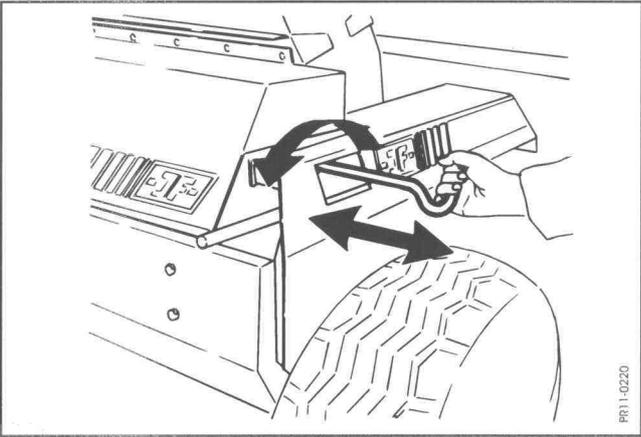

Fig.32
6. **Fig.32** Fat håndtag og giv forsigtig tilspænding til stenen rører kniven. Træk stenen hen over hele kniven og tilbage igen. Gentag tilspænding og bevægelsen hen over rotorens bredde.